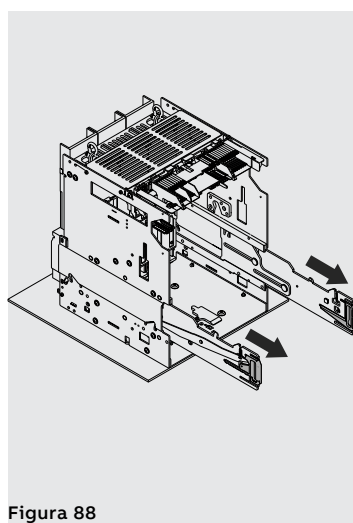

Figura 88
3. Extraer las guías de la parte fija sirviéndose de las respectivas palancas. Véase Figura 88.